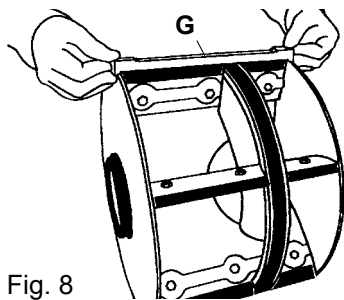

Fig. 8
- Zamontować nowe łopatki na wirniku. Łopatki montowane są w wzdłużnych otworach w celu regulacji wysokości, zobacz fig. 8. Nie dokręcać śrub w taki sposób, aby łopatki zostały należy zdeformowane (dokręcać momentem 8 Nm). Zalecane jest użycie specjalnego narzędzia (G) by zapewnić zamontowanie łopatek na właściwej wysokości. Średnica wirnika z łopatkami wynosi $\varnothing 395$ mm. Stosować wyłącznie oryginalne łopatki firmy Kongskilde.